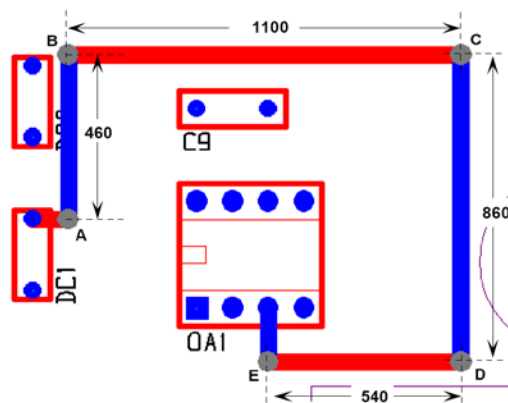

Рис. 6. Прокладка проводника цепи GND.
9. Переместим курсор горизонтально в точку А (рис. 6) с координатами X3000 Y1370 и выполним щелчок левой кнопкой мыши.